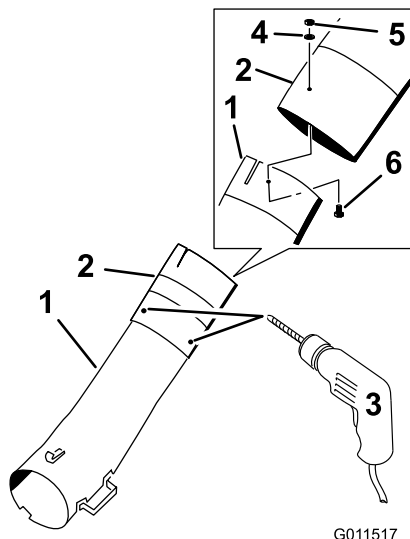

Bild 21
3. Verwenden Sie die drei Löcher oder Vertiefungen im mittleren Rohr als Schablone und bohren drei Löcher (Durchmesser von 7/32") an der Stelle, an der das untere und mittlere Rohr verbunden sind (Bild 21).
4. Befestigen Sie das untere und mittlere Rohr lose mit drei Schrauben (Nr. 10 x 3/4"), drei Flachscheiben (7/32") und drei Sicherungsmuttern (Nr. 10) (Bild 21).